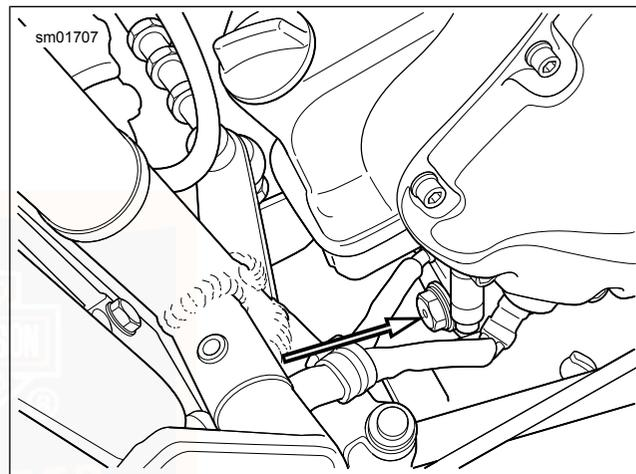

Abbildung 27. Ölablassschraube: VRSC-Modell
1. Siehe Abbildung 27. Den Ölablassstopfen entfernen und das Öl vollständig ablassen.
3. Siehe Abbildung 27. Den Motorölablassstopfen einsetzen. Den Ablassstopfen auf ein Drehmoment von 30–40 N·m (22–30 ft-lbs) anziehen.